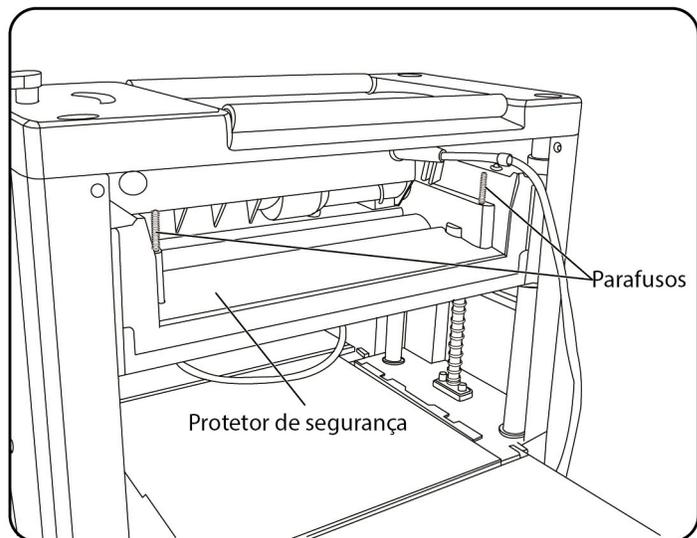

Fig.07
2) AJUSTANDO A PROFUNDIDADE DA ESCALA DE CORTE (Fig. 07 e 08)